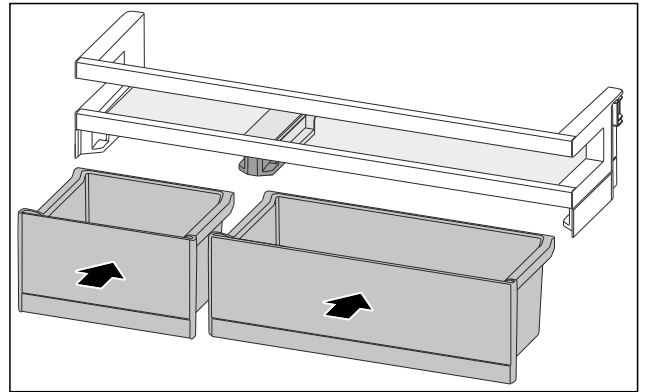

Fig. 83
- Inserire i VarioBox in posizione scambiata. (vedere Fig. 83)